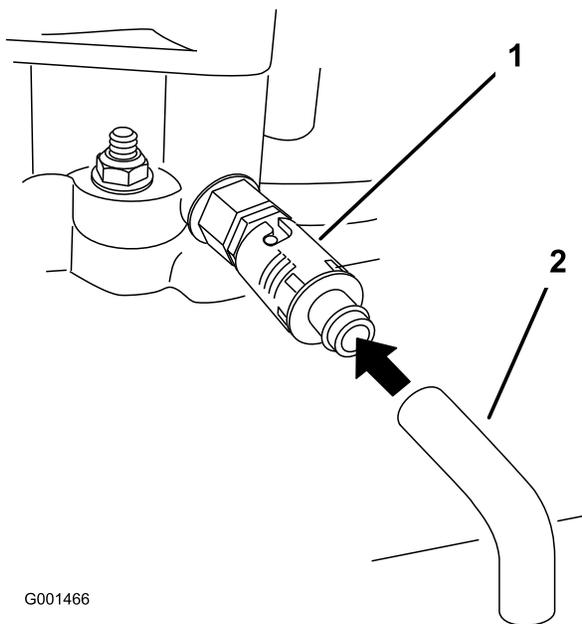

Bild 23
6. Stellen Sie eine Auffangwanne unter den Ablassschlauch. Drehen Sie das Ölablassventil und lassen Sie das Öl ablaufen (Bild 23).
8. Entfernen Sie den Ablassschlauch (Bild 23).